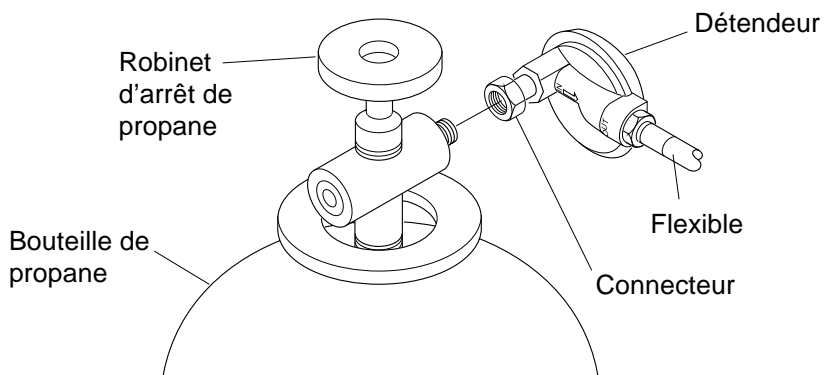

Figure 3 - Positionnement du détendeur
2. Brancher le connecteur du détendeur sur la (les) bouteille(s) de propane. Serrer fermement à l'aide d'une clé. **IMPORTANT** : Positionner le détendeur de façon à ce que le flexible en sortant soit à l'horizontale (voir la figure 3), afin que l'aérateur du détendeur soit en position correcte pour le protéger des intempéries.